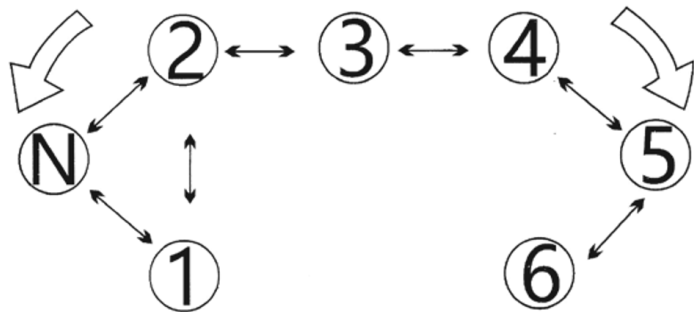

Рисунок 1. Схема переключения передач
Рычаг переключения передач находится на левой стороне двигателя. Мотоцикл имеет шесть передач (рисунок 1). Первая передача включается вниз, остальные вверх. Нейтральная передача находится между первой и второй передачами.
3. Нажмите на рычаг переключения передач вниз (рис. 1) в положение первой передачи.
5. Набрав скорость, верните ручку газа 5 (фото 2.7) в обратную сторону (закрыв дроссельную заслонку), выжмите рычаг сцепления 1 (фото 2.6) и переместите рычаг переключения передач вверх (рис. 1), в положение второй передачи. После включения передачи постепенно отпускайте рычаг сцепления 1 (фото 2.6) и прибавляйте обороты двигателя ручкой газа 5 (фото 2.7).